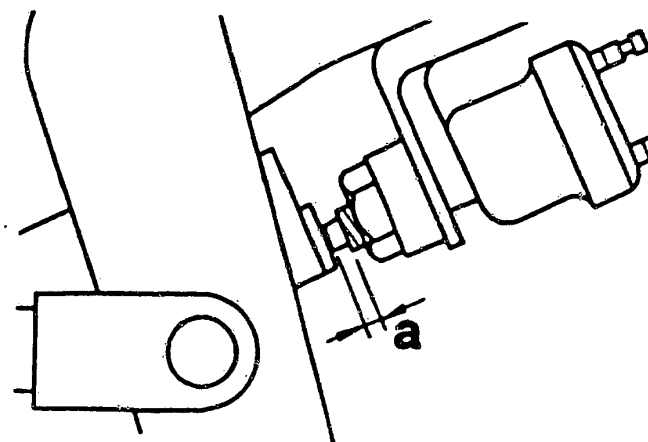

Bild 67 Der Bremslichtschalter ist so einzustellen, dass der Abstand a zwischen Gehäuse und Pedal 0,5..1,0mm beträgt.
b) Der **Bremslichtschalter** ist am Pedalbock angebracht und wird direkt vom Bremspedal betätigt (Bild 67).